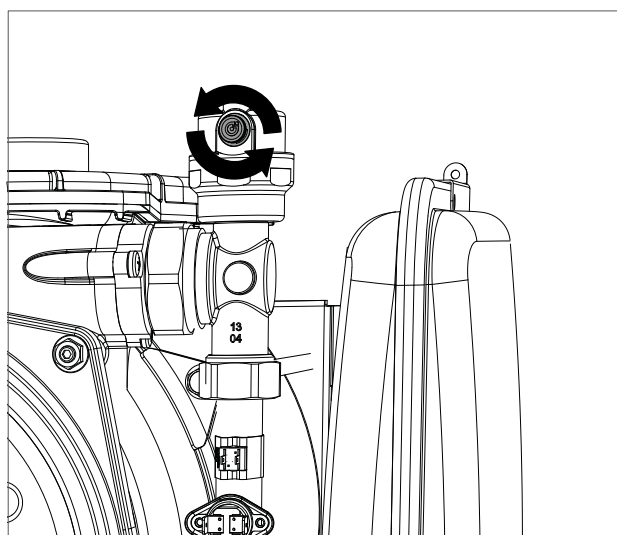

fig. 2
1. allentare leggermente il tappo della valvola jolly posizionata in alto al blocco a condensazione (fig. 2) per permettere all'aria di fuoriuscire dal punto più alto dell'impianto;